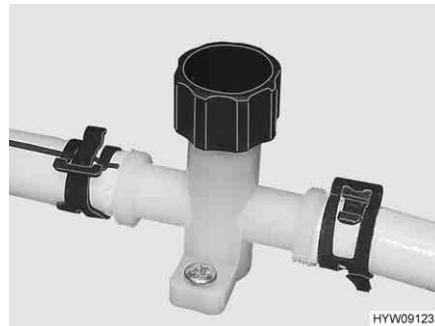

Fig. 140 Rubinetto di scarico (scaldaacqua)
- Chiudere tutti i rubinetti di scarico. A tal fine, ruotare in senso orario il coperchio (Fig. 140) del rubinetto di scarico.